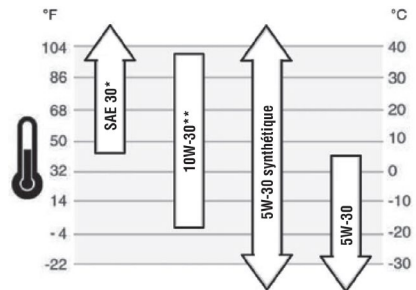

Fig. 12
4. L'huile SAE 15W-40 est recommandée pour un usage général à toutes les températures. D'autres viscosités figurant dans le tableau peuvent être utilisées lorsque la température moyenne dans votre région est dans la plage indiquée (fig. 12).